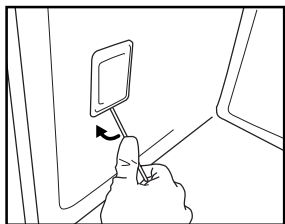

Fig. 7
3. Använd en skruvmejsel för att bända lampskyddet utåt tills du kan ta loss det (Fig. 7).